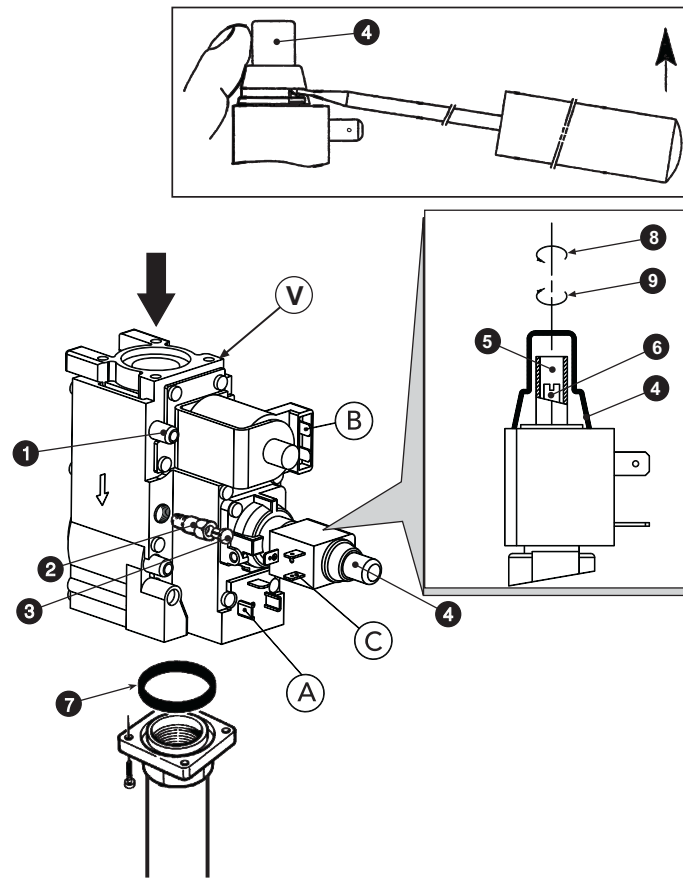

рис. 4 - Перенастройка котла на другой вид газа
Операции регулировки давления должны выполняться при работающем котле с помощью соответствующих регуляторов, установленных на 2-ступенчатых газовых клапанах (см. рис. 4)
3. Снимите защитную крышку регулятора давления 4 на рис. 4.
1. Медленно поверните ручку регулировочного термостата по часовой стрелки до 1-го щелчка; таким образом обеспечивается подача газа в отверстия А и В газового клапана (см. рис. 4).
2. Регулируйте давление с помощью винта 6 на рис. 4 и проверьте его на соответствие со значениями, приведенными в таблице технических данных на sez. 4.3.
1. Поверните ручку термостата регулировки до максимума; таким образом обеспечивается подача газа в отверстия А, В и С газового клапана (см. рис. 4).
2. Регулируйте давление с помощью винта 5 на рис. 4 и проверьте его соответствие со значениями, приведенными в таблице технических данных на sez. 4.3.
2. Снимите с газового клапана маленький колпак 3 (рис. 4), установите на клапан регулятор "STEP" зажигания 2, находящийся в комплекте переналадки, и наденьте на него колпак 3.
Осуществляется выполнением описанных выше операций, сняв регулятор зажигания "STEP" 2 на рис. 4 с газового клапана и установив колпак 3 на рис. 4 непосредственно на клапан.